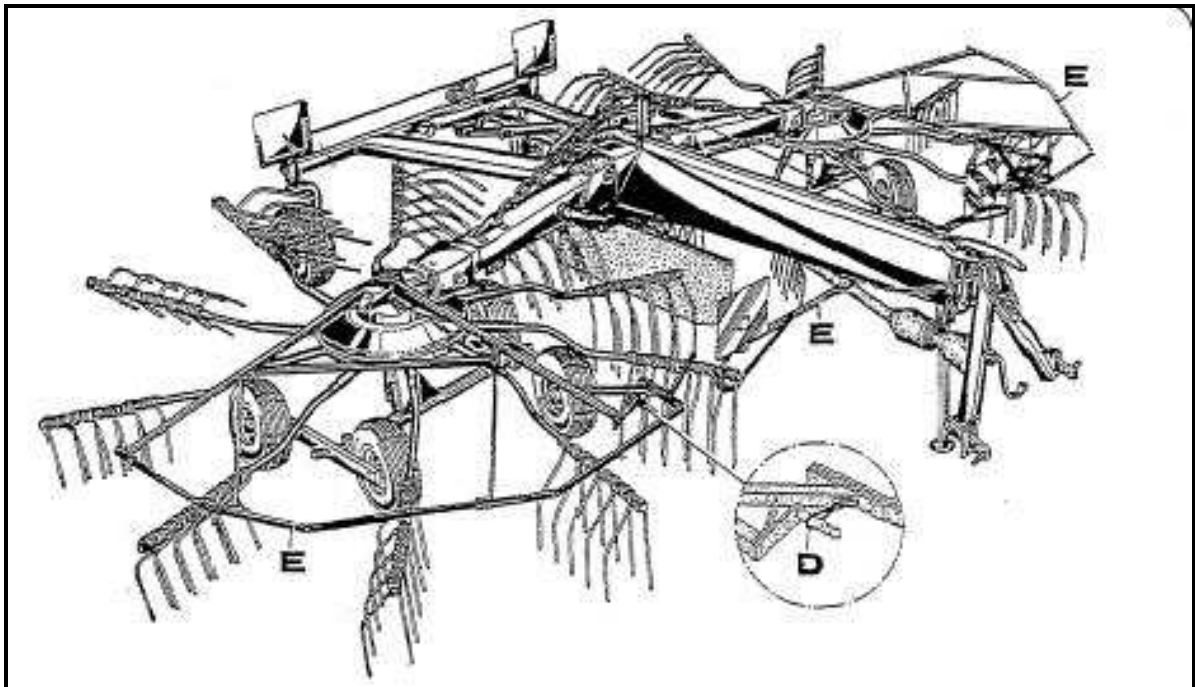

Abbildung 11
1. Schutzvorrichtung mit Handkurbeln für Höhenverstellung der Kreisel und der mittlere Schutzbügel müssen angebracht sein (siehe Abb. 11). Handkurbel links wie rechts mit Gummiring sichern (Pos. D).